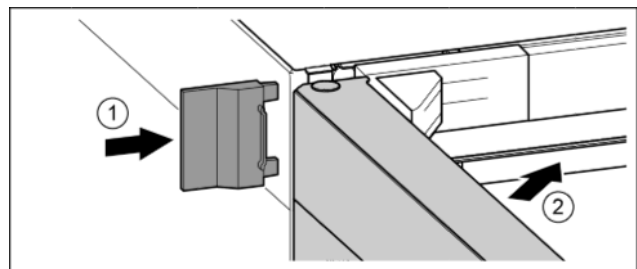

Fig. 18
- ▶ Enfiler le cache extérieur. Fig. 18 (1)
- ▶ Fermer la porte supérieure. Fig. 18 (2)